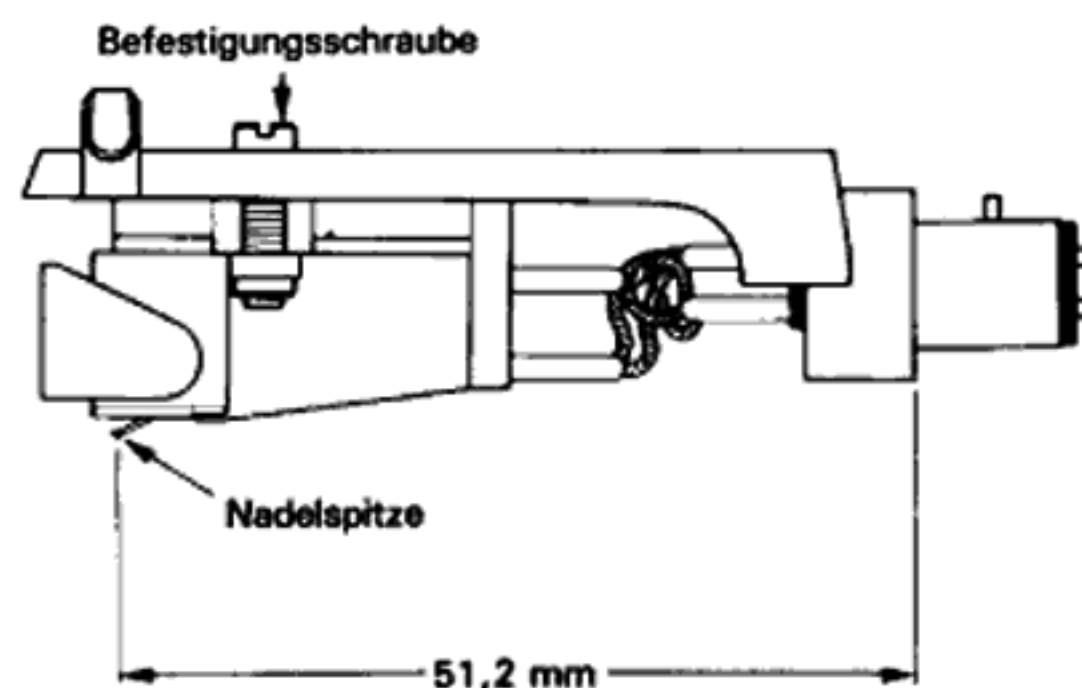

Fig. 11
2. Das Tonabnehmersystem mit je zwei Schrauben, Unterlegscheiben und Rundmuttern am Tonkopf anbringen. Die Schrauben jedoch noch nicht fest anziehen. Als nächstes wird der Überhang eingestellt. Fig. 11 zeigt den Tonkopf mit dem Tonabnehmersystem in der Seitenansicht und in natürlicher Größe. Den Tonkopf so auf die Abbildung legen, daß er mit deren Umriß deckungsgleich ist. Dann das Tonabnehmersystem unter Bezugnahme auf die Lage der Abtastnadel ebenfalls auf die Abbildung ausrichten und die beiden Schrauben fest anziehen.